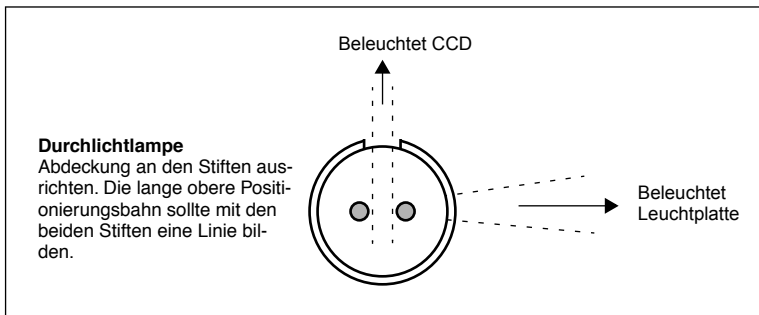

Abb. 4: Ausrichtung der Lichtabdeckung, von der linken Seite des Scanners gesehen.
Manchmal kleben die Abdeckungen fest, wenn die Scanner ab Werk geliefert werden, aber wenn Sie eine Lichttröhre austauschen, haften sie nicht mehr, sondern sitzen nur noch ganz fest, damit sie nicht lose rutschen können. Man kann sie per Hand leicht drehen. Die korrekte Ausrichtung der Abdeckungen ist in Abbildung 4 dargestellt.
5. Setzen Sie eine neue Lampe ein, indem Sie genau umgekehrt wie beim Herausnehmen vorgehen. Achten Sie darauf, daß die Abdeckung korrekt am Scanner ausgerichtet ist (siehe Abbildung 4). Drehen Sie die Lampe fest bzw. justieren Sie gegebenenfalls die Abdeckung.